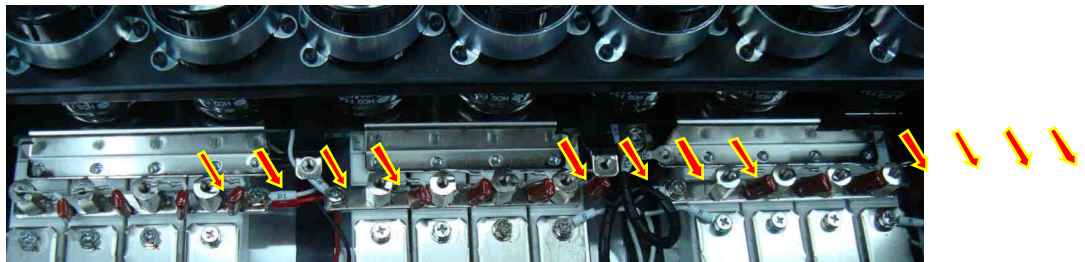

Рис. 6.21.
6.11.5. Отогнуть балластные конденсаторы (рис. 6.21, красные стрелки).
6.12.1. Установить блок конденсаторов на рабочий стол основанием вверх (рис. 6.21).